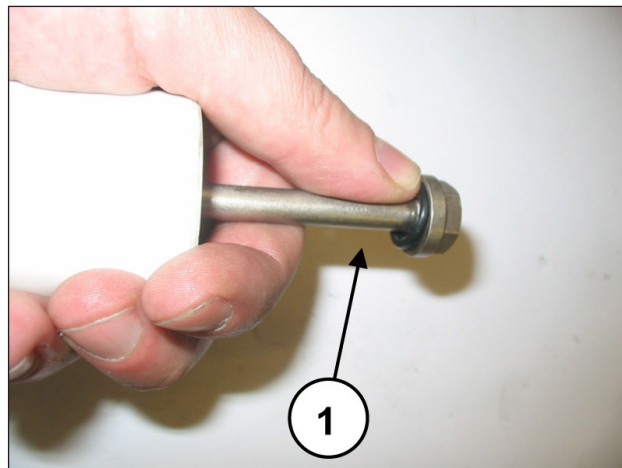

Fig. 46
**A cada desmontagem todos os anéis circulares do grupo do pistão, deverão ser substituídos (Fig. 46, pos. ①).**